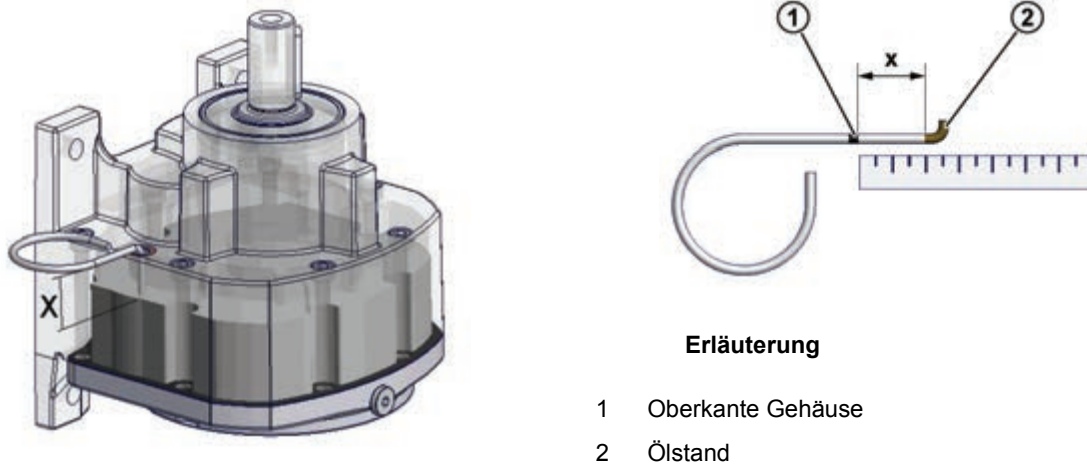

Abbildung 29: Ölstand messen
2. Maß X zwischen Oberkante Getriebegehäuse und Ölstand ermitteln evtl. den Ölmesstab anpassen (siehe Abbildung 29).